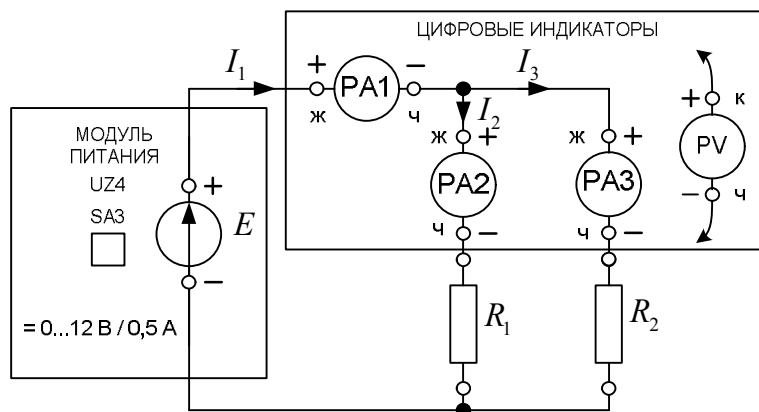

Рис. 1.3. Схема опыта 2
7) Собрать электрическую цепь по схеме, приведенной на рис. 1.3.